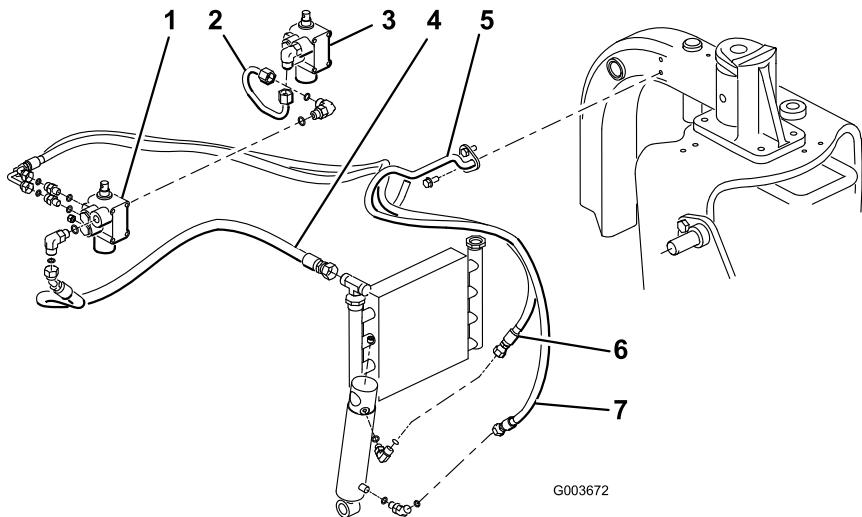

図 14
をかぶせるとよい。キャップは、チューブ・アセンブリ（108-8447）についていた保護用のキャップを取り外して使用するとよい（図 14）。
4. 新しいバルブの左側についている90° フィッティングと既存の昇降バルブのフィッティングとを、チューブ・アセンブリ（P/N 108-8447）で接続する（図 14）。
5. 油圧ホースについている45° フィッティング（P/N 108-8449）を、バルブ側の90° フィッティングに接続し、ホース側のストレート端を空になったオイル・クーラのフィッティングに接続する（図 14）。ホースの接続については、図 15と図 16を参照のこと。
6. タップねじ2本（(5/16 x 3/4 インチ)）を使って、左側フレームのチューブにワイヤ・ホース・ホルダを取り付ける（図 14）。
7. 油圧ホースについている短い90° フィッティング（P/N 108-8453）を、バルブ後部の上有するストレート・フィッティングに接続する。ワイヤ・ホース・ホルダに油圧ホースを通し、ホースのストレート端を油圧シリンダの上側フィッティングに接続する（図 14）。ホースの接続については、図 15と図 16を参照のこと。
8. 油圧ホースについている長い90° フィッティング（P/N 108-8454）を、バルブ後部の下側にあるストレート・フィッティングに接続する。ワイヤ・ホース・ホルダに油圧ホースを通し、ホースのストレート端を油圧シリンダの下側フィッティングに接続する（図 14）。ホースの接続については、図 15と図 16を参照のこと。鋭利な部分、高温部、可動部などの近くにホースを配置しないよう注意すること。